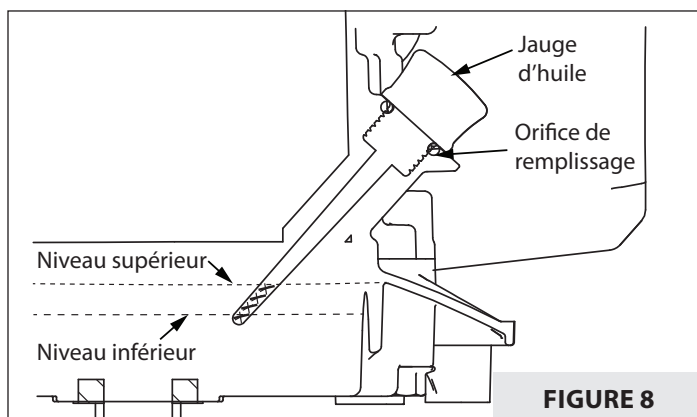

FIGURE 8
- Remettre le moteur sur une surface de niveau et remplir d'une huile appropriée jusqu'en haut du marquage sur la jauge de niveau (**VOIR FIGURE 8**). **NE PAS TROP REMPLIR.** Voir la capacité d'huile exacte dans les instructions du fabricant du moteur.
- Remettre la jauge en place et serrer. **VOIR FIGURE 8.**